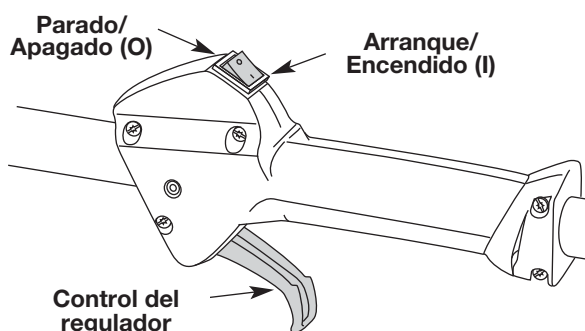

Fig. 9
2. Coloque el control de encendido y apagado en posición de APAGADO (O) (Fig. 9).